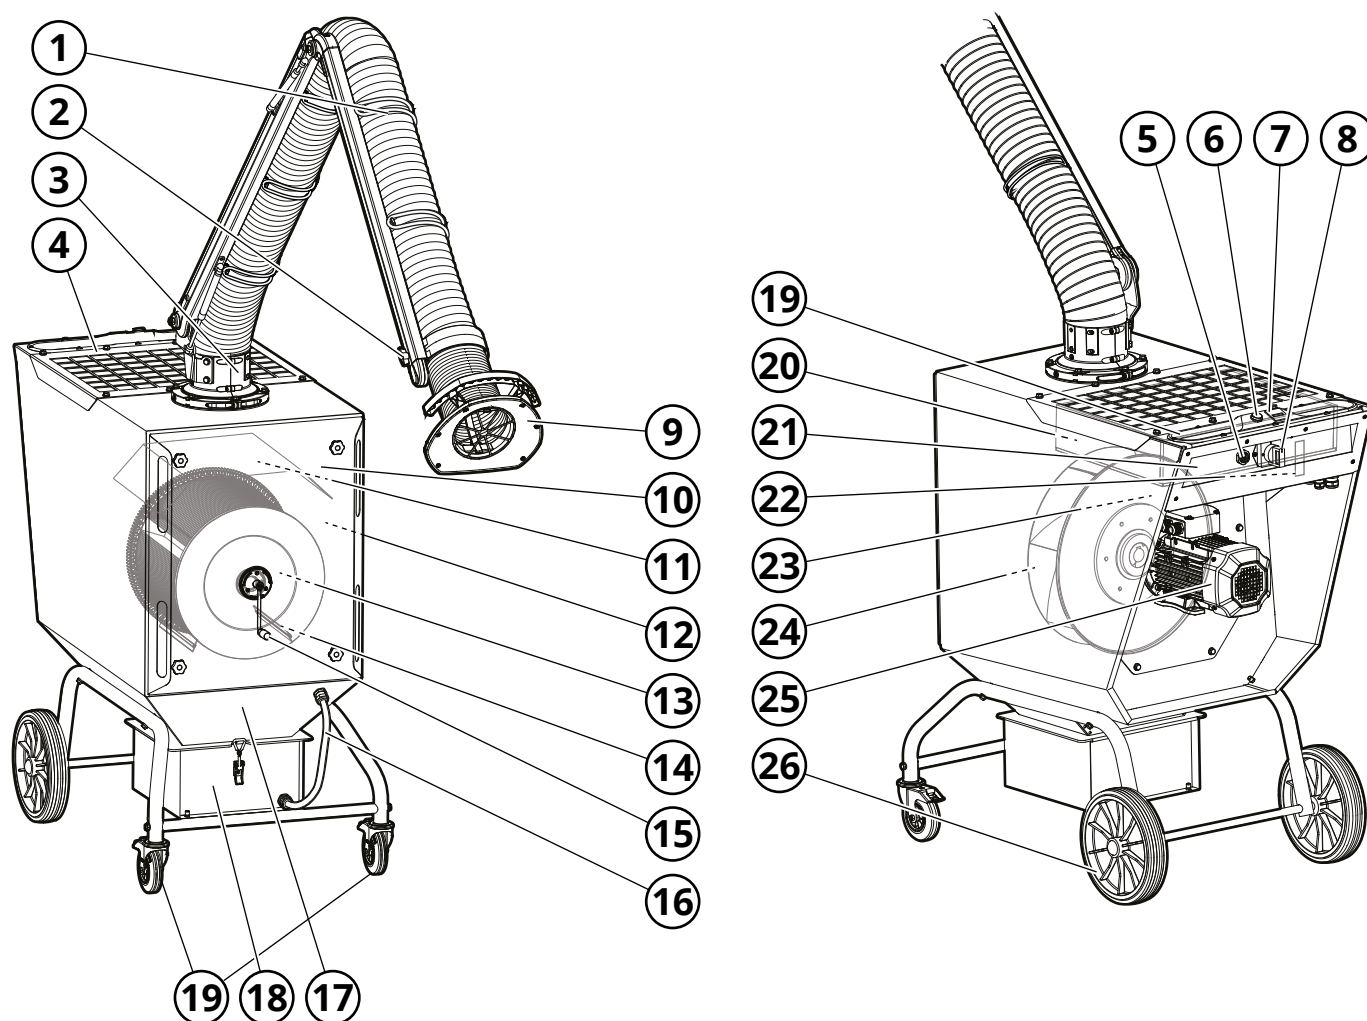

Fig. 2
Se Fig. 2.
Förorenad luft sugas in via punktutsuget (1, **Fig. 2**) till maskinens smutsiga sida (12), där luften renas genom filterpatronen (13). Filtreringsgraden är $\geq 99\%$ för rök- och dammföroreningar från svetsning av höglegerade stål, som t.ex. stål med en nickel- och kromhalt på 30%. Därefter sugas den renade luften genom fläkthjulet (24) och skickas vidare ut från filterenhetens rena sida (23) genom utloppsgallret (4).